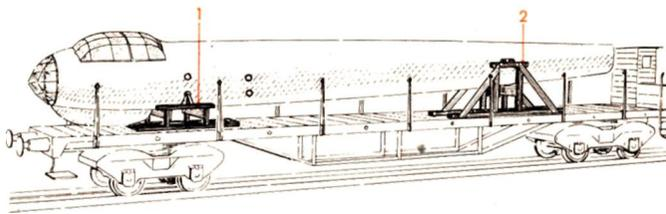

Abb. 2 Verladen des Rumpfes
Zur Befestigung des Rumpfes auf dem Wagen wird eine Stütze HI (Abb. 2) unter dem Rumpfräger am Spant 9 und ein Bock (2) zur Abstützung des Rumpfes benötigt. Die Hauptabmessungen der Stütze sowie des Bockes sind aus Abbildung 3 und 4 zu ersehen. Stütze und Bock werden auf den Wagenschwellen festgeschraubt. Kommen diese zwischen die auf dem Wagenboden befindlichen Schwellen zu stehen, dann ist der Höhenunterschied durch Unterlegen einer Bohle auszugleichen.